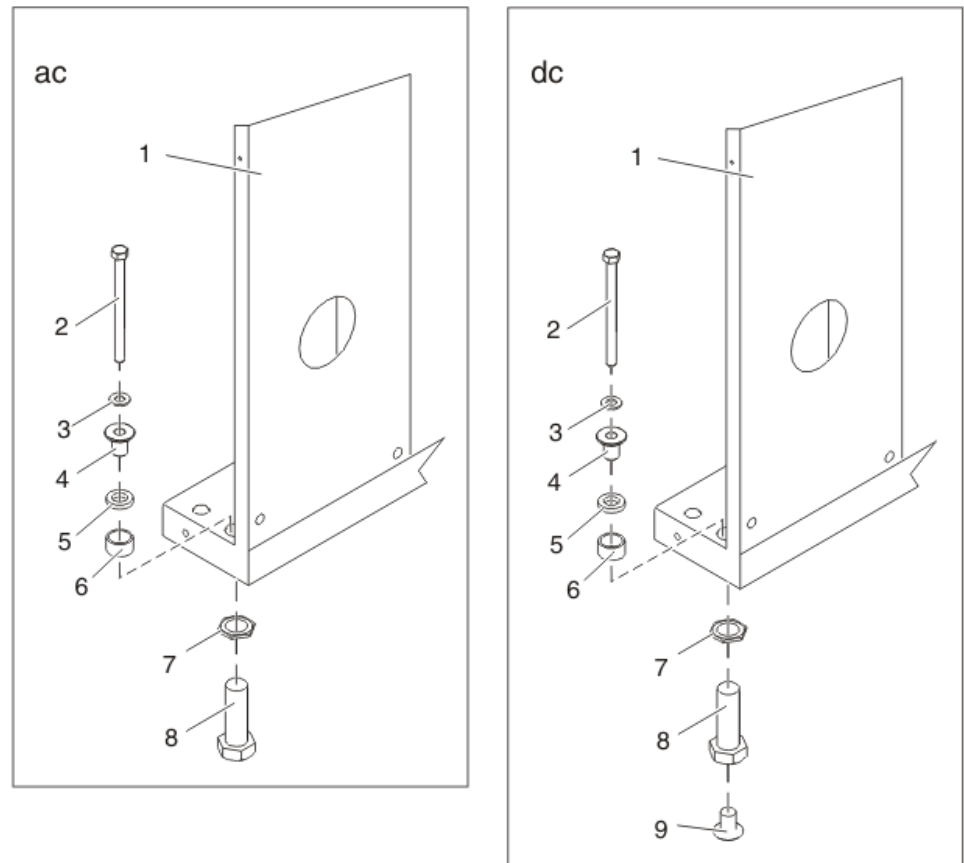

Figura 12. Maquinari de perns del bastidor
4. Localitzeu el kit de muntatge de maquinari i les dues plaques de muntatge. Consulteu la Figura 12 a la pàgina 17 quan reviseu el contingut del kit de muntatge de maquinari. El kit de muntatge de maquinari conté els elements següents: